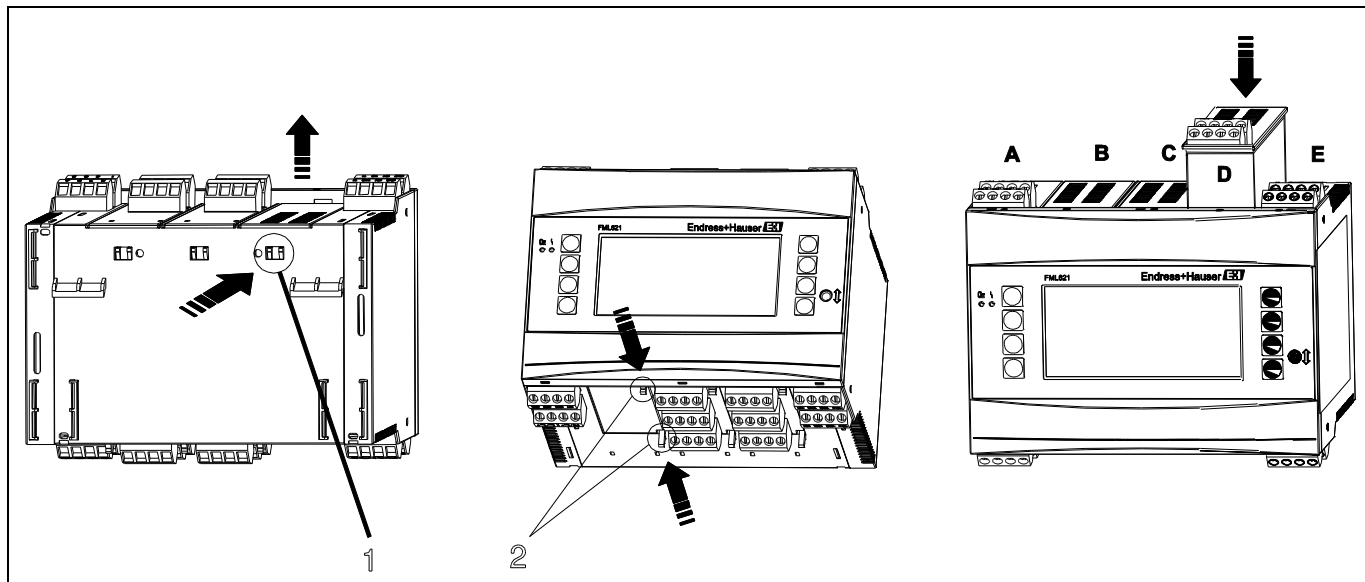

Рис. 3: Установка карты расширения (пример)
Прибор можно оборудовать различными картами расширения. Для этих целей в приборе предусмотрено не более трех гнезд. Гнезда для карт расширения отмечены на приборе буквами В, С и D (→ рис. 3).
2. Удалите заглушку из гнезда (В, С или D) основного блока путем одновременного нажатия креплений на нижней части прибора (см. рис. 3, поз. 2) и крепления на задней стороне корпуса (например, с помощью отвертки) (см. рис. 3, поз. 1). После этого заглушку можно вытянуть из основного блока.
3. Вставьте карту расширения в основной блок сверху. Карта расширения установлена правильно, если защелкнуты крепления на нижней и задней части прибора (см. рис. 3, поз. 1 и 2). Убедитесь, что входные клеммы карты расширения находятся сверху, а выводы направлены к лицевой части, как у основного блока.